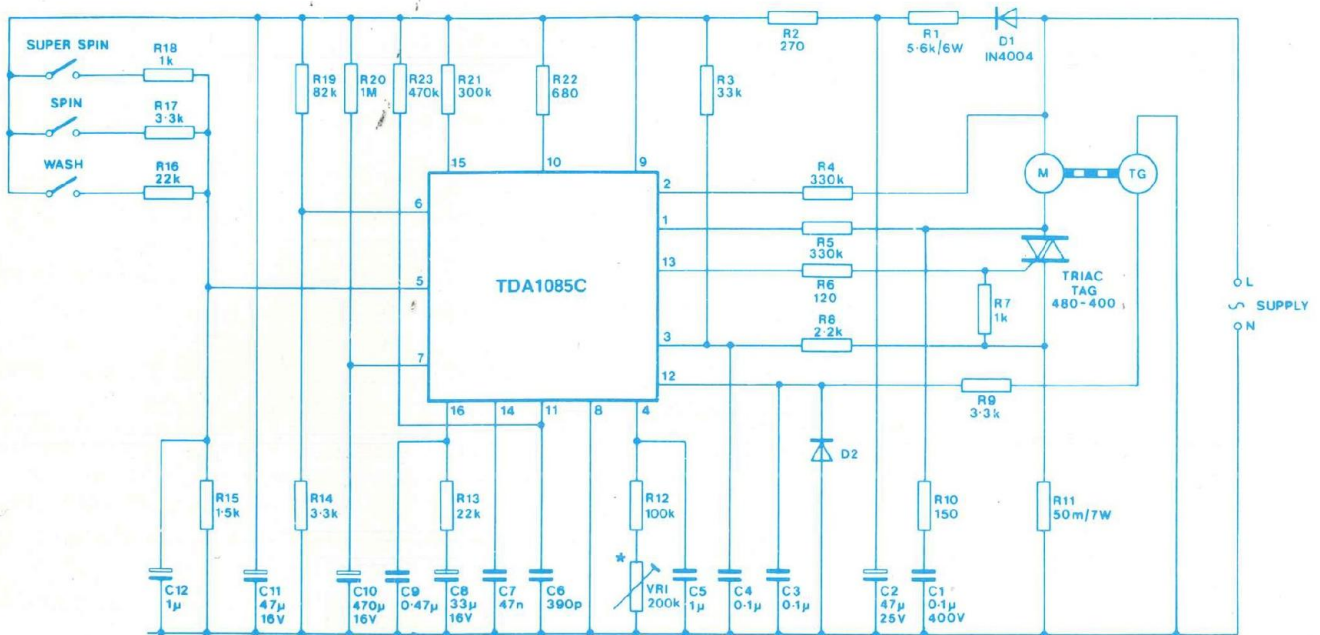

Fig. 4 : Lave-linge typique avec régime maximum calibré par VR1.
Il va sans dire que ce circuit très professionnel est complexe et que nous avons oeuvré vers la simplification maximale, tandis qu'une configuration typique d'emploi est montrée en figure 4. Trois régimes moteur sont commutables par le programmeur mécanique du lave-linge (lavage, essorage, super-essorage) sur la pin 5. Diverses constantes de temps sont de fortes valeurs R - C, le tachymètre (TG) renvoie une fréquence image de la vitesse, etc ...